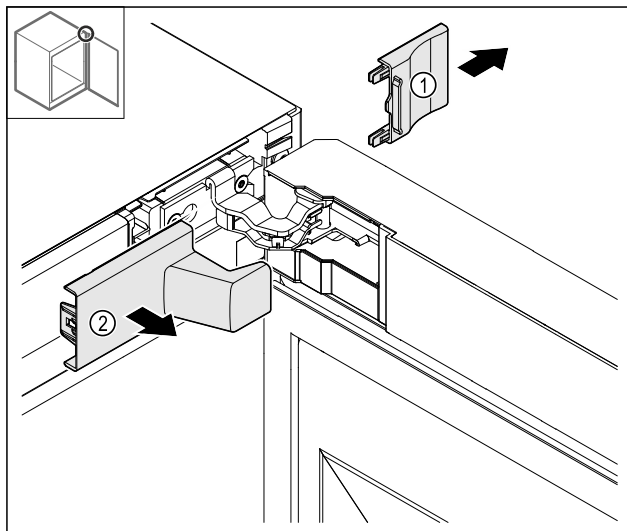

Fig. 10
- Retirer le cache Fig. 10 (1) puis le cache Fig. 10 (2).